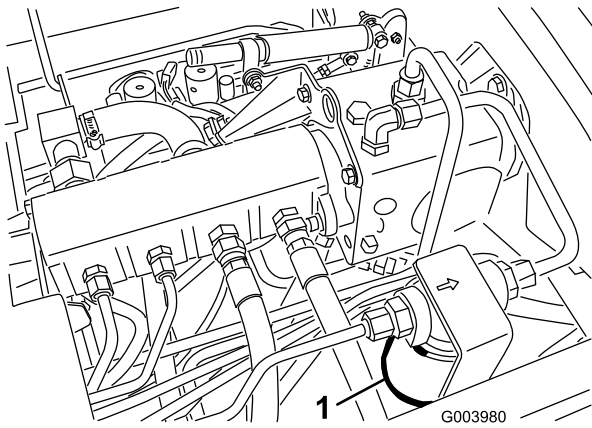
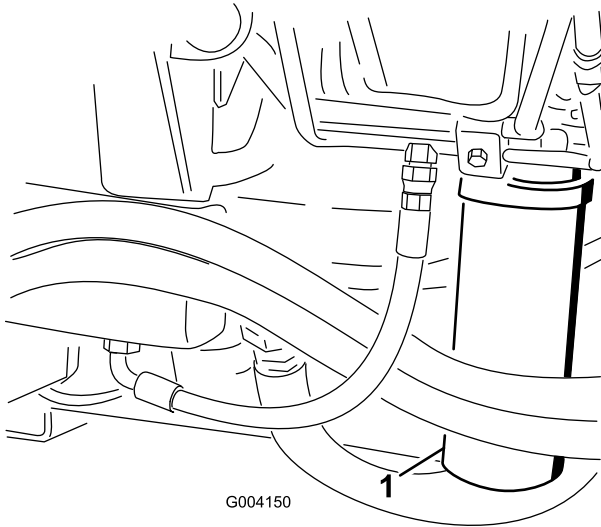

Bild 72
Bild 73
2. Reinigen Sie den Bereich um den Filterbefestigungsbereich und stellen Sie eine Ablaufwanne unter den Filter (Bild 72) und (Bild 73).